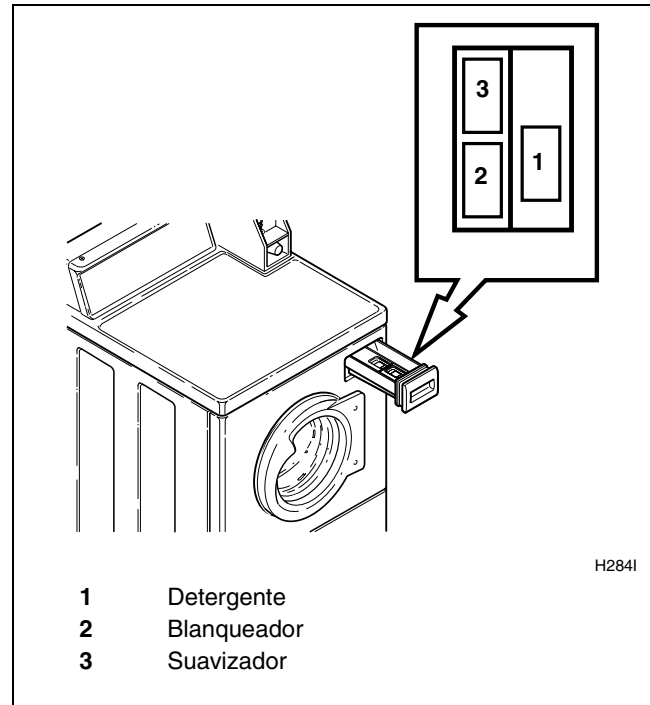

Figura 23
Abra la gaveta del surtidor. Mida y agregue detergente de baja espuma (1) blanqueador (2) y suavizador de tela (3) a la gaveta del surtidor (consulte la *Figura 23*). Cierre la gaveta del surtidor.